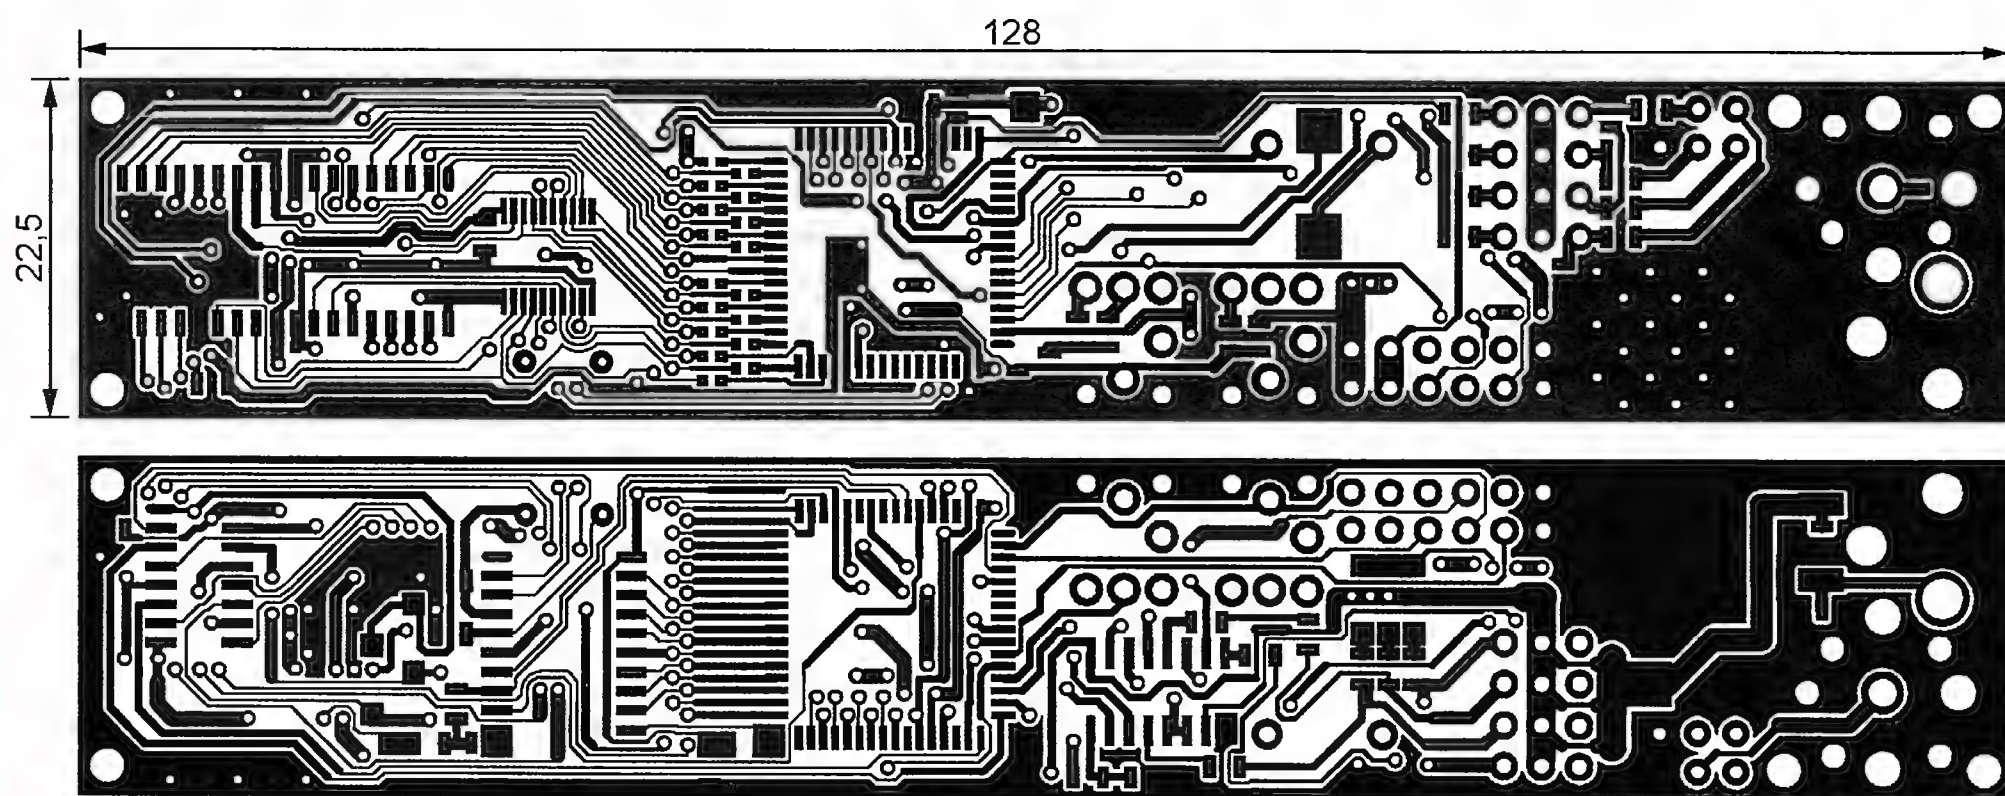

Рис. 2
**Конструкция и порядок сборки.** Устройство собрано на двусторонней печатной плате из фольгированного стеклотекстолита, чертёж печатных проводников которой показан на **рис. 2**, а расположение элементов на обеих её сторонах — на **рис. 3**. Большинство элементов — для поверхностного монтажа. Все отверстия на плате должны быть металлизированными.